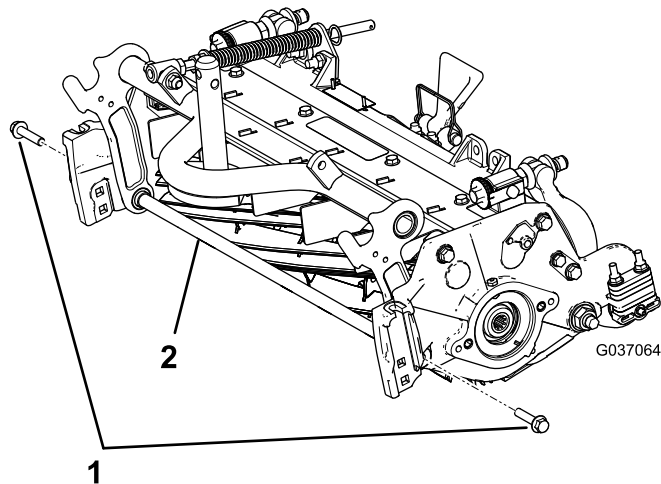

図 5
- A. サポートロッドを固定しているフランジヘッドボルト2本を外してサポートロッドを外す 図 5。